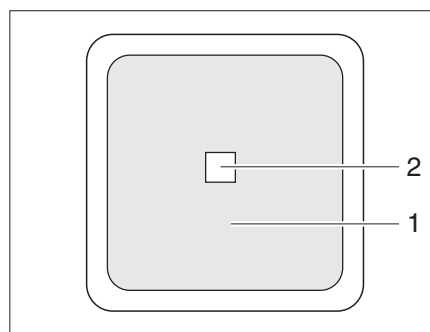

Fig. 241 Interruttore esterno
- Il "Remo." = l'apparecchio può essere attivato e disattivato con l'interruttore esterno (Fig. 241,1).
L'interruttore esterno dell'invertitore (Fig. 241) si trova nell'abitacolo del veicolo o nel garage. L'interruttore reca la scritta "Invertitore". Il LED (Fig. 241,2) segnala lo stato di funzionamento dell'invertitore.